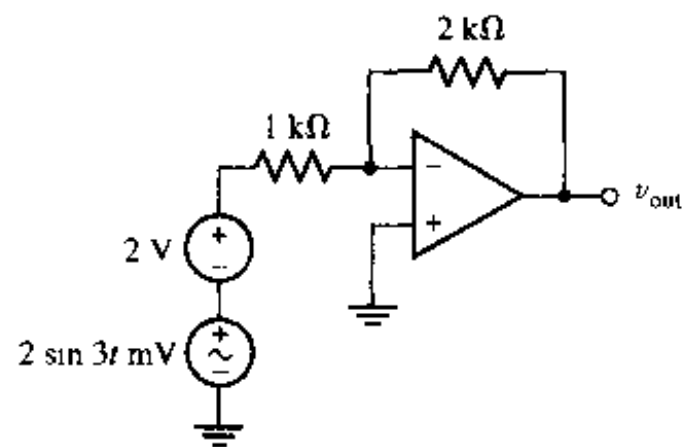

图 6.28
7. 如图 6.28 所示电路, 求出 v_{out} 的表达式, 并给出 $t = 3$ 秒时它的值。